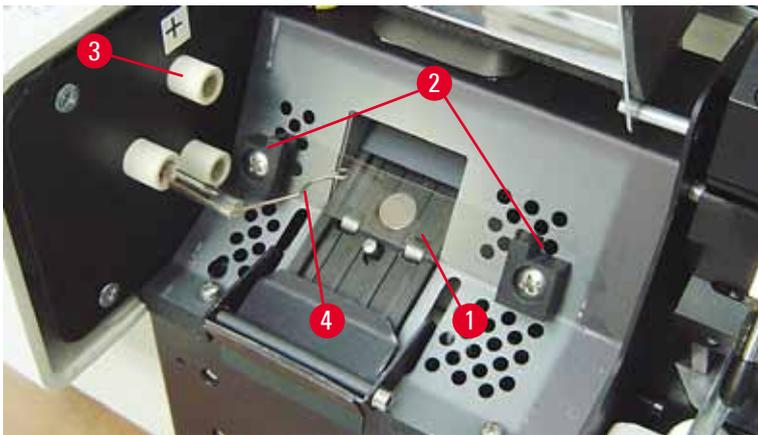

Abb. 17
5. Darauf achten, dass sich die Kontaktfeder (→ "Abb. 16-2") vom Zünddraht (→ "Abb. 17-4") der Lampe löst (siehe auch (→ "Abb. 17") und (→ "Abb. 18-1"))).